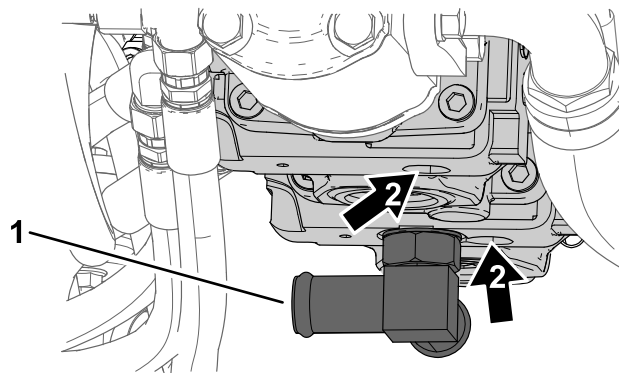

Figure 17
8. Tournez le raccord dans le sens antihoraire pour aligner la partie plate du raccord sur l'ouverture du clapet de décharge (Figure 17).
2. Clapet de décharge inférieur (2)
9. Déposez les 2 clapets de décharge inférieurs (Figure 17).